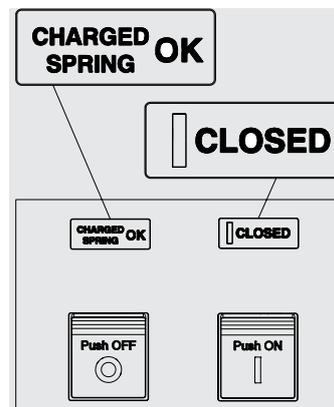

Abbildung 52
- Leistungsschalter ein mit gespannten Federn (siehe Abbildung 52). Dieser Zustand kommt vor, wenn nach der Einschaltung (siehe Schritt 4 - Abbildung 52) die Federn von Hand oder automatisch durch den Getriebemotor (sofern vorgesehen) nachgespannt werden.